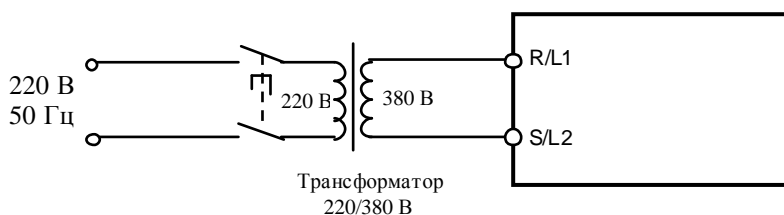

Рис. 4.6. Подключение ПЧ к сети.
4.5.1. Подключить преобразователь к электросети 3Ф ~380 В (к сети 1Ф ~220 В через трансформатор 220/380 В), как показано на рис. 4.6.